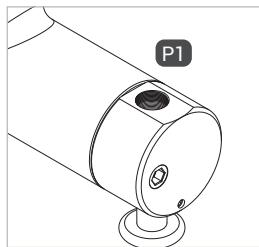
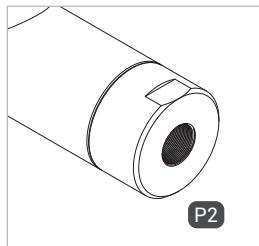

Abbildung 2
Abbildung 3
- ▶ Verschrauben Sie den Steuerdruckanschluss „P1“ (Abbildung 2) bzw. „P2“ (Abbildung 3) druckdicht mit dem Anschluss der Steuerdruckleitung.